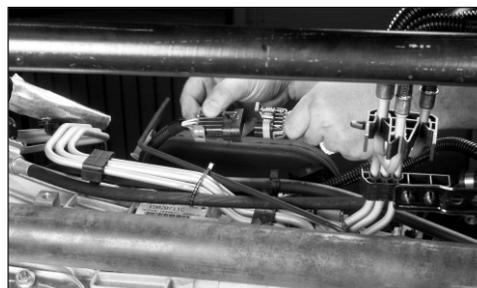

Fig. 18
20. Localize o conector upfitter GM de interface da TDF, localizado no lado esquerdo superior da transmissão. Faça a conexão do feixe de fiação elétrica Chelsea (379895) fornecido com o conector de interface (Fig. 18).